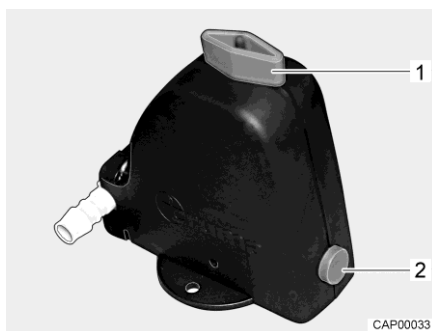

Fig. 263 Valve de sécurité et de vidange (Truma)
- Fermer la valve de sécurité et de vidange (Truma). Tourner pour cela le bouton rotatif (Fig. 263,1) dans le sens transversal par rapport à la valve de sécurité et de vidange et enfoncer le bouton-poussoir (Fig. 263,2). Lorsque la température descend en dessous de 6 °C, la valve de sécurité et de vidange ne peut pas être fermée. C'est pourquoi il faut mettre le chauffage de l'espace habitable en marche et attendre que la température à la valve de sécurité et de vidange remonte au dessus de 6 °C.